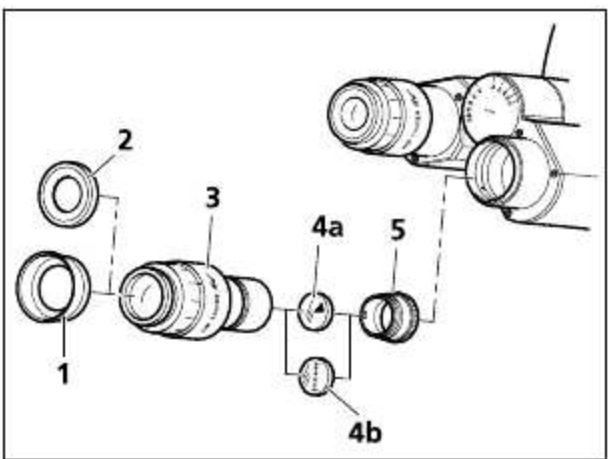

Fig. 14 安装指示器或目镜测微尺
目镜 (Fig. 14/3) 上可以安装橡胶目镜罩 (Fig. 14/1: 突出式; Fig. 14/2: 折叠式). 两种目镜罩同时提供, 但是没有安装.
- 手动将目镜上的固定螺丝 (Fig. 14/5) 松开
- 在目镜中装入目镜指示器 (Fig. 14/4a) 或目镜测微尺 (Fig. 14/4b) (涂层面向眼睛).
- 调节目镜(Fig. 14/3)的焦距,将目镜指示器调焦至最清楚